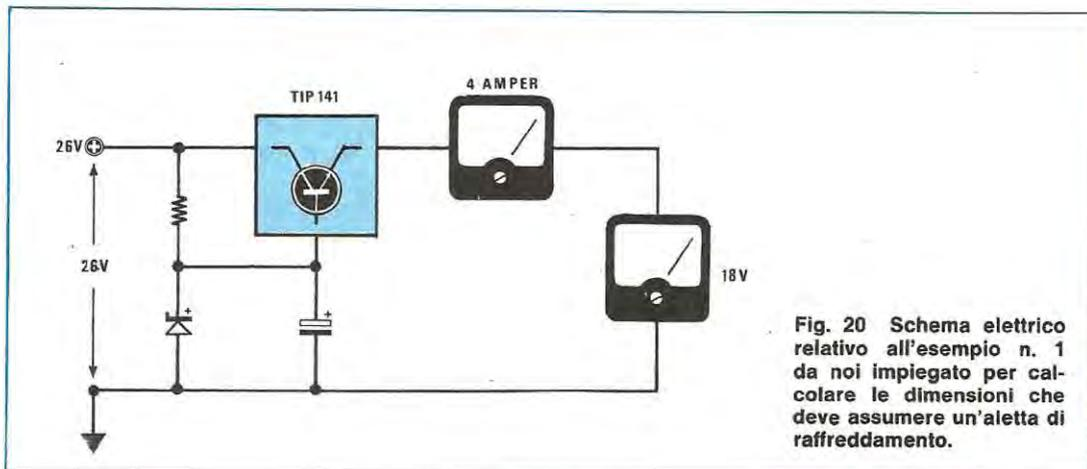

Fig. 20 Schema elettrico relativo all'esempio n. 1 da noi impiegato per calcolare le dimensioni che deve assumere un'aletta di raffreddamento.
**1° Esempio:** vogliamo realizzare una alimentatore stabilizzato con un transistor darlington TIP141 in grado di erogarci in uscita una tensione di 18 volt con una corrente di 4 ampère (vedi fig. 20). Sapendo che la tensione applicata sul collettore risulta di 26 volt, vogliamo calcolarci le dimensioni dell'aletta di raffreddamento più idonea per questo progetto.